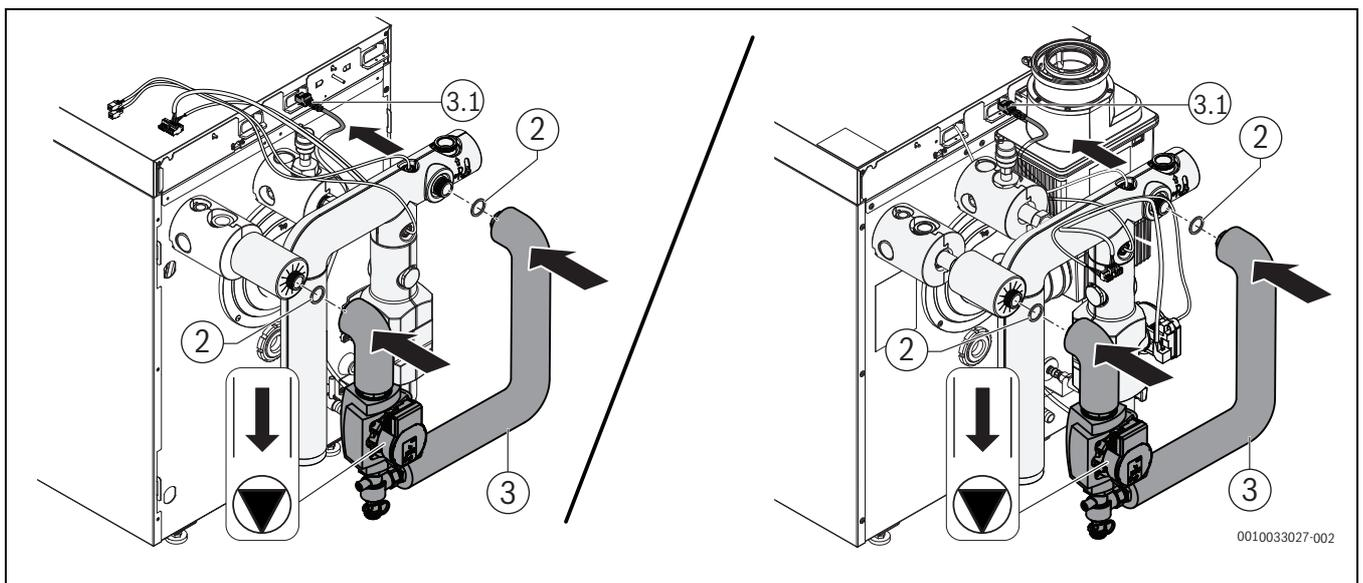

Bild 2
- ▶ Rohrgruppe entsprechend Bild 2 an Rohrgruppe HF-Set HYC25 montieren.
- ▶ Pumpen-Anschlussleitung an die Klemme PW1 im Regelgerät anschließen (→Bild 2 und 3)